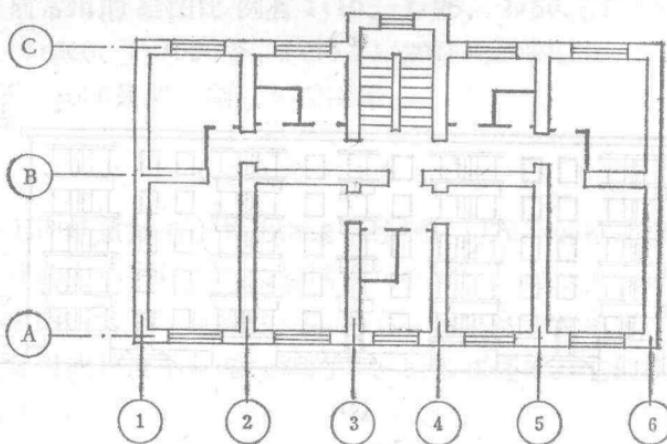

图 1-2
1. 定位轴线 定位轴线表示建筑物主结构（墙、柱）的主要平面位置。定位轴线都有一定的编号，一般在水平方向用阿拉伯字母自左向右注写，竖直方向用拉丁字母由下往上注写。如图1-2。